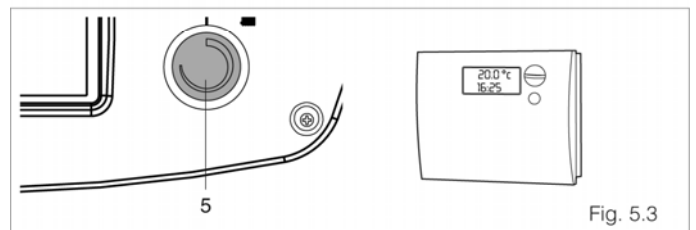

Fig. 5.3
- установите термостат котла (5) на минимум
- Установите термостат в помещении на температуру примерно 10°C или включите функцию защиты от замерзания (Рис. 5.3).